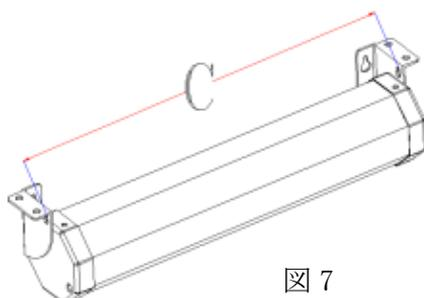

図 7
1. 巻き尺等を使用して、両エンドキャップの上部にある穴の間の距離 C(図 7)を測ります。